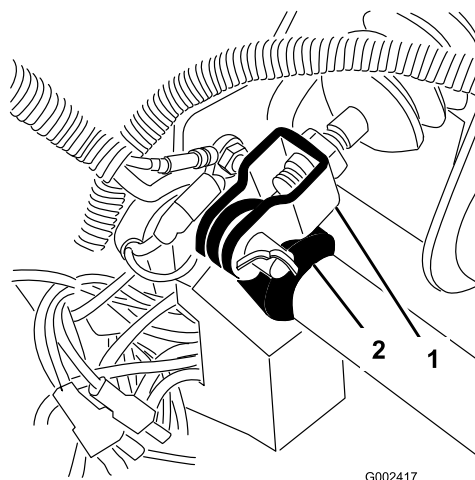

Рисунок 64
1. Снимите шплинт и штифт с головкой и отверстием под шплинт, которые крепят вилку главного тормозного цилиндра к оси педали тормоза (Рисунок 64).
3. Ослабьте контргайку крепления вилки к валу главного тормозного гидроцилиндра (Рисунок 64).